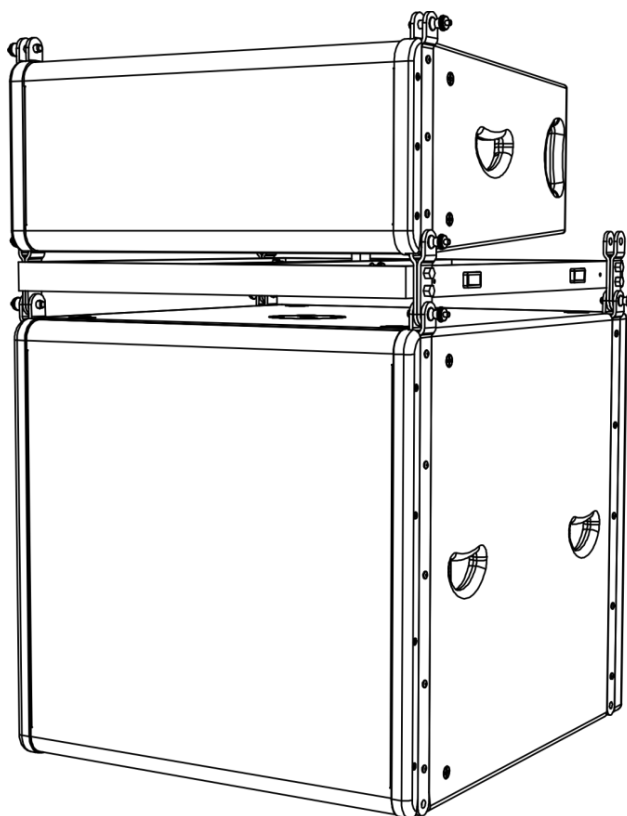

Fig. 03
- 02) Ora sarà possibile montare un altro altoparlante Odin sulla parte superiore della fly bar, servendosi dei perni di montaggio dedicati (fig. 03).